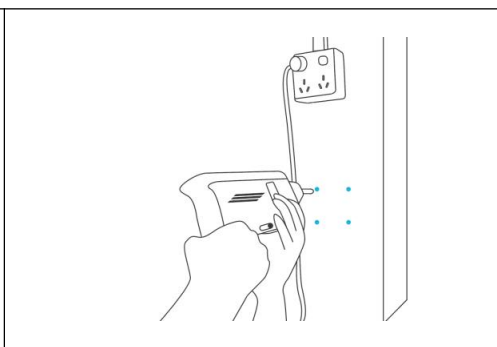

Fig. 4 .
4. Percez quatre trous aux emplacements marqués. Assurez-vous que la zone de montage est structurellement saine et dégagée de tout obstacle. (Voir Fig. 4.)